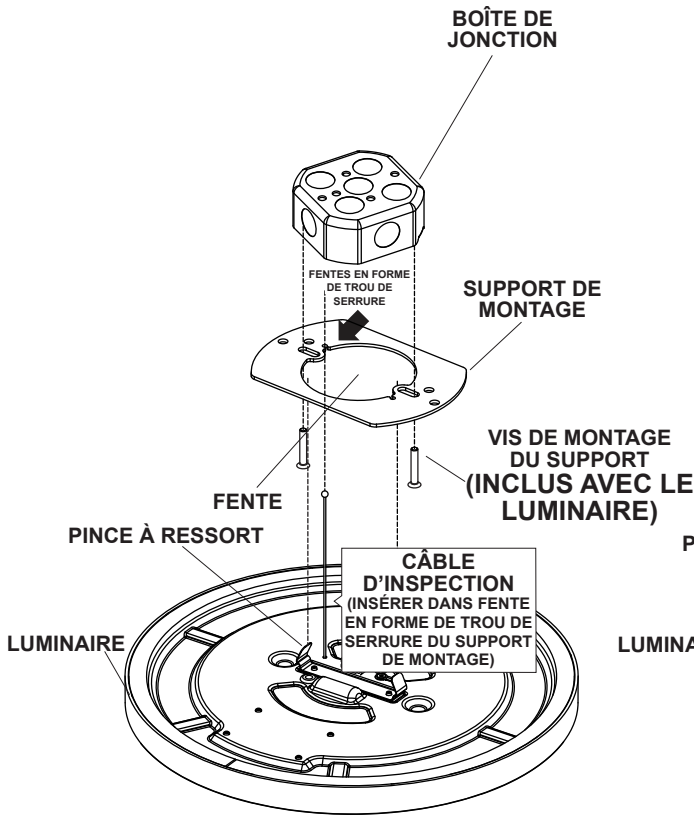

Fig. 2
- IF INSTALLING LUMINAIRE TO ROUND CEILING FAN JUNCTION BOX** (not included) install mounting bracket to junction box using the bracket mounting screws (included) (See Fig. 2).
NOTE: Rotate mounting bracket for installation (See Fig. 2) so that spring clip attached to luminaire will have clearance to pass through slot in mounting bracket, and into junction box (when luminaire is installed to mounting bracket in Step 6).
- **EN CAS D'INSTALLATION DU LUMINAIRE SUR UNE BOÎTE DE JONCTION DE VENTILATEUR DE PLAFOND RONDE** (non incluse), installez le support de montage sur la boîte de jonction à l'aide des vis de montage du support (incluses) (Voir Fig. 2).
- REMARQUE :** Faire pivoter le support de montage pour l'installation (Voir Fig. 2) de sorte que la pince à ressort fixé au luminaire ait un espace libre pour passer à travers la fente du support de montage et dans la boîte de jonction (lorsque le luminaire est installé sur le support de montage à l'étape 6).
- SI INSTALA LA LUMINARIA EN UNA CAJA DE CONEXIONES DE VENTILADOR DE TECHO REDONDA** (no incluida), instale el soporte de montaje en la caja de conexiones utilizando los tornillos de montaje del soporte (incluidos) (Ver Fig. 2).
- NOTA:** Gire el soporte de montaje para la instalación (Ver Fig. 2) de modo que el clip de resorte fijado a la luminaria tenga espacio para pasar a través de la ranura del soporte de montaje y hacia dentro de la caja de conexiones (cuando la luminaria se instale en el soporte de montaje en el Paso 6).